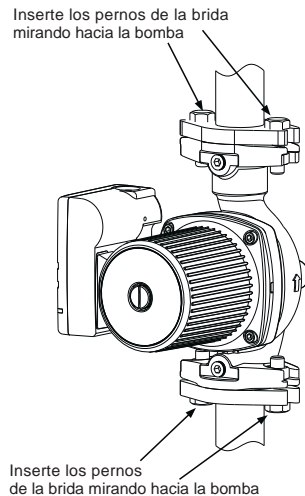

Fig. 4 Conecte la bomba a las tuberías; inserte los pernos de la brida mirando hacia la bomba
1. Es importante que los pernos de la bomba y los pernos de la brida de tubería apareamiento sea instalado mirando hacia la bomba como se ilustra en la fig. 4.